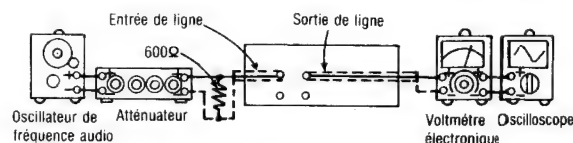

Fig. 3
1. Le raccordement de l'équipement d'essai est montré à la Fig. 3.
5. Si elle n'est pas en deçà de la normale, régler platine B: VR7 (canal de gauche) [[VR8 (canal de droite)]] et répéter les étapes (2), (3) et (4) jusqu'à ce que la puissance de sortie soit en deçà de la normale.